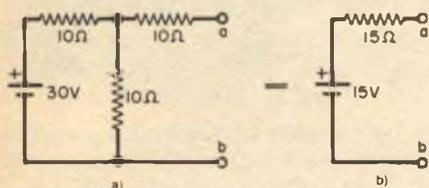
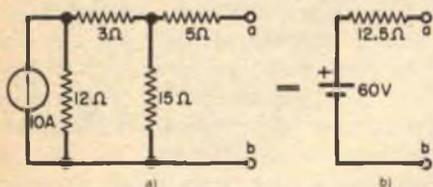
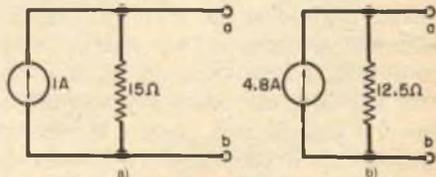

Fig. 33
Fig. 34
Fig. 36
**Esempio 27** - Determinare l'equivalente Thevenin per la rete della fig. 33-a, trovando: (a)  $R_{TH}$  direttamente e (b)  $R_{TH} = V_{OC}/I_{SC}$ . Soluzione: (a)  $V_{OC} = 30 \times 10 / (10 + 10) = 15$  V. Ponendo la sorgente di 30 V a zero,  $R_{ab} = R_{TH} = 10 // 10 + 10 = 15 \Omega$ . Il circuito Thevenin equivalente è disegnato nella fig. 33-b. (b) Cortocircuitando  $a$  con  $b$  nella fig. 33-a, la corrente totale erogata dalla sorgente di 30 V è  $I_T = 30 / (10 + 10 // 10) = 2$  A. Quindi,  $I_{SC} = 2 \times 10 / (10 + 10) = 1$  A.  $R_{TH} = V_{OC} / I_{SC} = 15 / 1 = 15 \Omega$ , stesso valore trovato con la soluzione (a).
**Esempio 28** - Trovare l'equivalente Thevenin per la rete della fig. 34-a. Soluzione: la corrente che scorre nel resistore da  $15 \Omega$  è  $10 \times 12 / (12 + 3 + 15) = 4$  A. Quindi,  $V_{OC} = 4 \times 15 = 60$  V. Ponendo a zero la sorgente da 10 A,  $R_{TH} = (12 + 3) // 15 + 5 = 7,5 + 5 = 12,5 \Omega$ . Il circuito Thevenin equivalente è rappresentato nella fig. 34-b.
**Esempio 29** - Disegnare i circuiti Norton equivalenti per le reti (a) dell'esempio 27 e (b) dell'esempio 28. Soluzione: (a) con riferimento alla fig. 33-b,  $I_{SC} = V_{OC} / R_{TH} = 15 / 15 = 1$  A. L'equivalente Norton è rappresentato nella fig. 36-a. (b) Con riferimento alla fig. 34-b,  $I_{SC} = 60 / 12,5 = 4,8$  A. L'equivalente Norton è dato nella fig. 36-b.